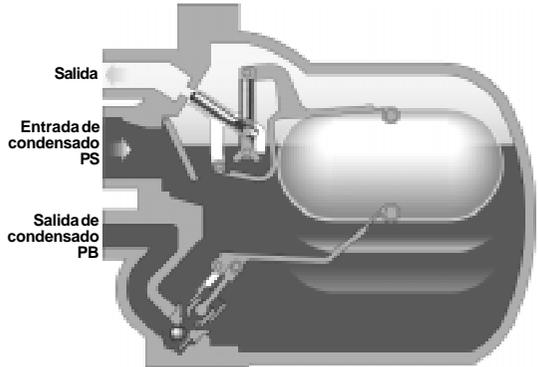

Fig. 7
Paso 2 (Fig. 7)
En algunos equipos con temperatura controlada, es posible que la presión del sistema PS sea menor que la contrapresión PB (Fig. 7). Si ocurriera esto, un purgador estándar se bloquearía provocando la inundación del equipo que debía purgar.